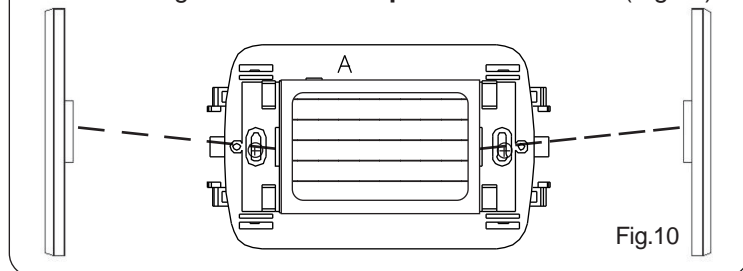

Fig.10
N.B. Nel caso in cui la luce di emergenza estraibile **Gemma** debba ricevere placche **AVE Banquise** o **Noir**; **VIMAR Idea** o **Rondò**; **BTICINO Matix**; inserire nelle apposite fessure laterali le adeguate "**Barrette coprifori**" in dotazione (Fig.10).